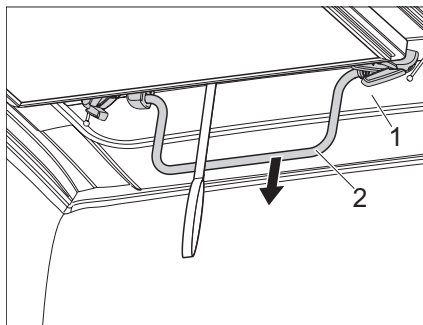

Fig. 42 Tirer le toit relevable vers le bas
- ▶ Tirer **lentement** le toit relevable (Fig. 42,1) vers le bas sur la barre (Fig. 42,2), en regardant vers l'arrière, et observer si le soufflet en tissu tombe correctement vers l'intérieur.